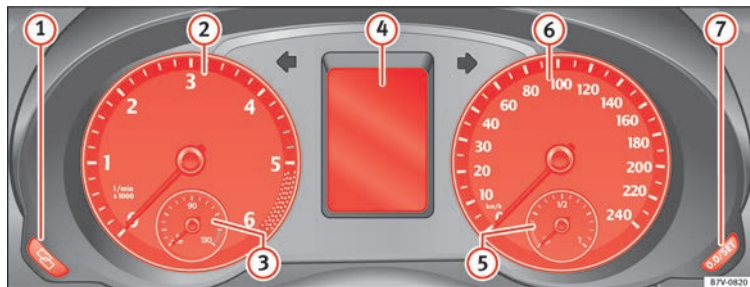

Fig. 34 Cuadro de instrumentos en el tablero de instrumentos.
» fig. 34:
① **Botón de ajuste de la hora¹⁾**
- Para proseguir con el ajuste, pulse la tecla » fig. 34 ⑦. Para que los números se sucedan con rapidez, mantenga la tecla pulsada.
② **Cuentarrevoluciones** (del motor en marcha, en miles de vueltas por minuto).
En la pantalla del cuadro de instrumentos » **fig. 34** **4** puede visualizarse información diversa, en función del equipamiento del vehículo:
La indicación del servicio aparece en la pantalla del cuadro de instrumentos » **fig. 34**